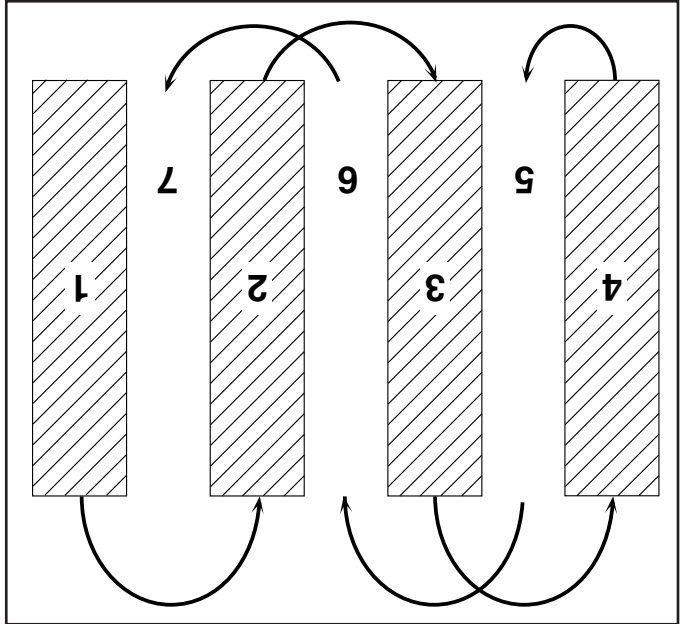

Fig. 14
- Vous trouverez le labourage beaucoup plus facile si vous laissez un sillon non bûché entre les passes. En ce temps-là retourner entre le rang de labourage (Voir la Fig. 14). Il y a deux raisons pour faire ceci. Premièrement, des virages larges sont beaucoup plus faciles à prendre que faire des demi-tours. Deuxièmement, la motobineuse ne vous entrainera pas sur la poignée. Ceci enlève du poids Ne vous appuyez pas sur la poignée. Ceci enlève du poids vraiment coriace de gazon ou de terre dure, appliquez de la pression vers le haut sur la poignée ou descendez le tasseau de profondeur.